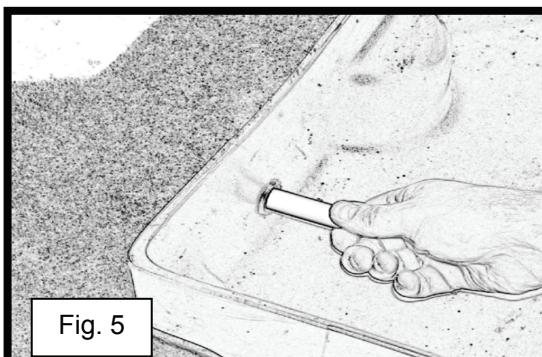

Fig. 5
4) Nadat alle ringen zijn geplaatst, moet u de teflon buis in de eerste ring steken. Breng de buitendiameter van de buis in lijn met de binnendiameter van de ring (zie fig. 5). De buis moet voldoende ver in de ring steken om zichzelf te kunnen ondersteunen.